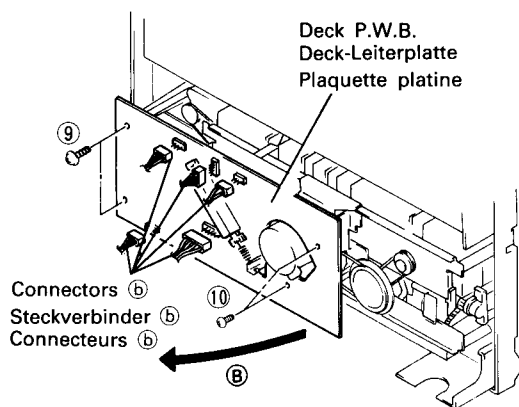

Fig. 4 Abb. 4
5. Deck P.W.B. (Fig. 4, 5, 9)
5. Deck-Leiterplatte (Abb. 4, 5, 9)
5. Plaquette platine (Fig. 4, 5, 9)